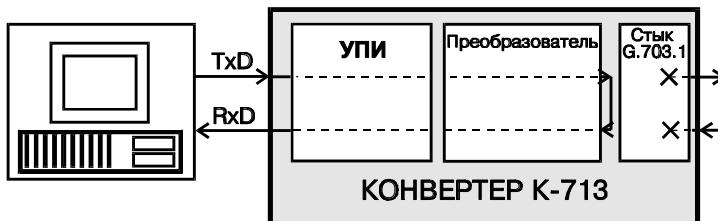

Рисунок 10. Проверка в режиме *Местный шлейф (LL)*
Суть проверки в режиме *Местный шлейф (LL)* показана ниже (см. Рисунок 10). Данные, поступающие в конвертер из ОД (DTE) через УПИ, проходят через преобразователь конвертера и возвращаются в ОД (DTE) через УПИ. Данные от стыка G.703.1 игнорируются конвертером. Проверка в этом режиме возможна как при синхронном, так и при асинхронном режимах преобразования.